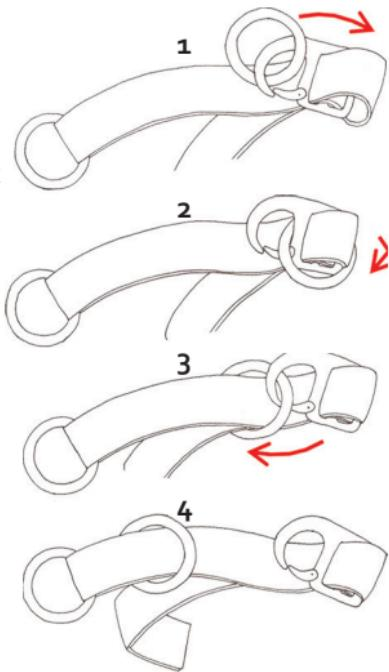

Fig. 11
- Procédez ensuite comme indiqué sur la Fig. 11, 1–4.